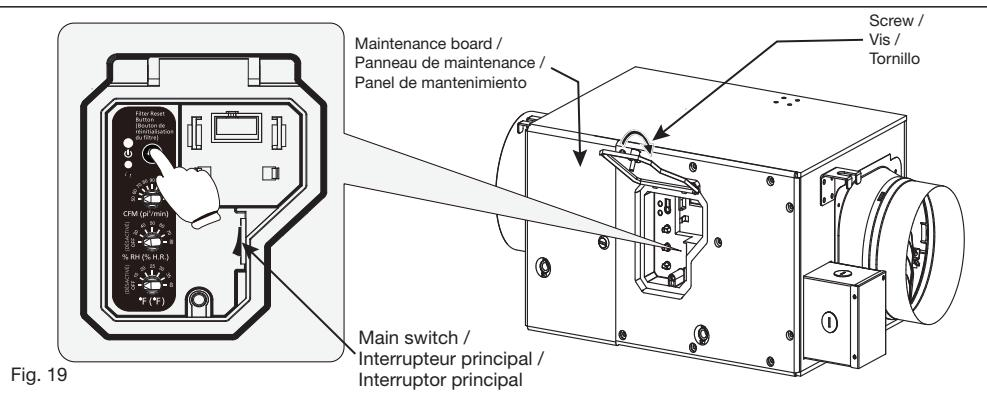

Fig. 19
7. Turn on the main switch and press the Filter Reset button. The Filter Indicator light and the buzzing sound will turn off. Close the control box cover and turn the hand screw clockwise (Fig. 19).
7. Rétablissez l'alimentation principale, appuyez sur le bouton de réinitialisation du filtre. Le voyant du filtre et le signal sonore seront désactivés. Vissez à la main le couvercle du boîtier de commande (Fig. 19).